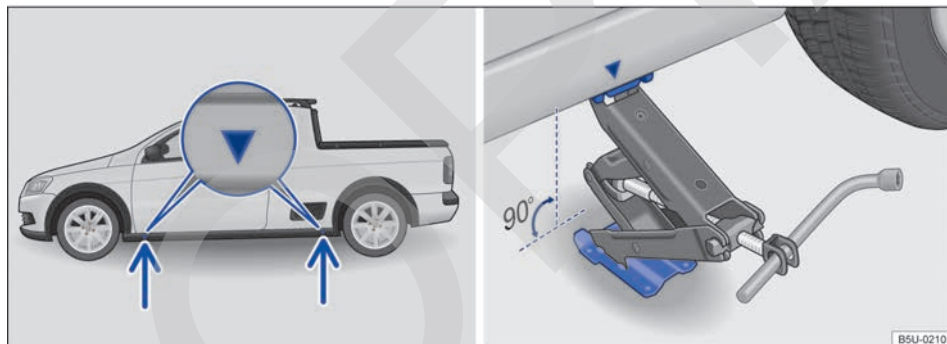

Fig. 170 Puntos de apoyo del gato y gato posicionado atrás en el lado izquierdo trasero del vehículo.
El gato únicamente puede ser posicionado en los puntos de apoyo indicados (marca en la carrocería) ⇒ **fig. 170**. Es válido el punto de apoyo ubicado cerca de la rueda correspondiente ⇒ ⚠️.
8. Garantizar que la base del gato, con toda su superficie, esté sobre el piso y que la base se encuentre perpendicularmente por debajo del punto de colocación ⇒ fig. 170.
9. Alinear el gato y, simultáneamente, levantar la garra del gato hasta que se encaje en el travesaño debajo del vehículo ⇒ fig. 170.
- Posicionar el gato únicamente en los puntos indicados. La garra del gato debe encajarse en el perfil del larguero de forma segura ⇒ fig. 170.